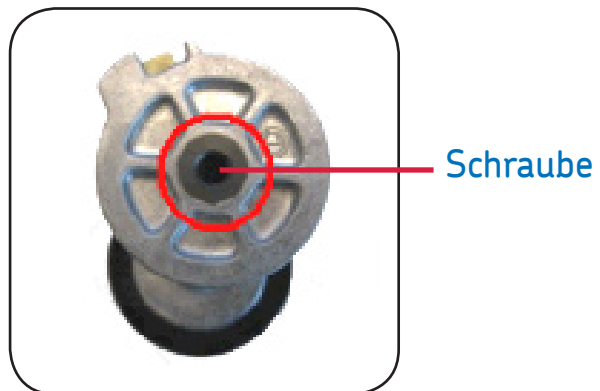

Abb. 2.
- Die Halteschraube mit 25 Nm festziehen (Abb. 2).